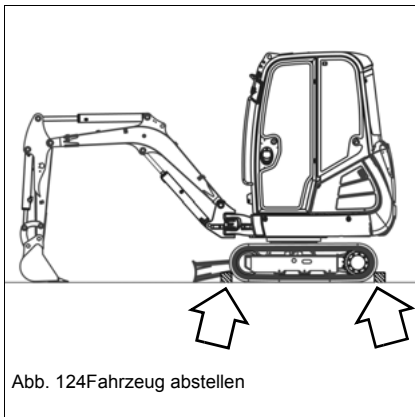

Abb. 124 Fahrzeug abstellen
10. Laufwerksketten mit entsprechenden Absicherungen (z.B. Unterlegkeile, Klötze) wie in Abb. 124 versehen.